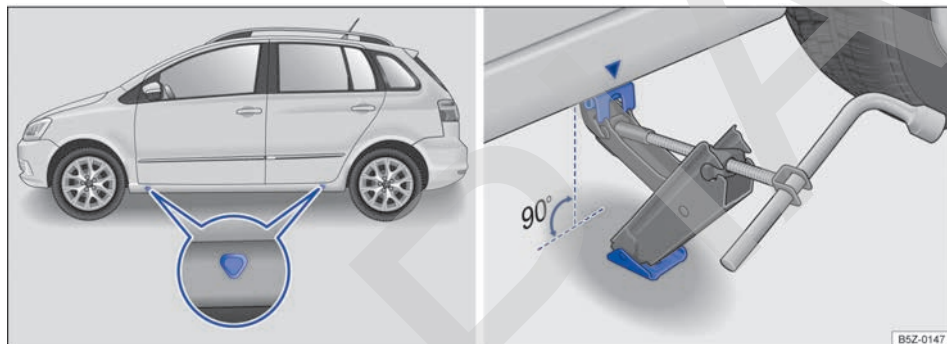

Fig. 163 Puntos de apoyo del gato y gato posicionado atrás en el lado izquierdo trasero del vehículo.
El gato únicamente puede ser posicionado en los puntos de apoyo indicados (marca en la carrocería) ⇒ fig. 163. Es válido el punto de apoyo ubicado próximo a la rueda correspondiente ⇒ .
6. Busque debajo del vehículo el punto de apoyo del gato ⇒ fig. 163 más cercano a la rueda que debe cambiar.
8. Garantizar que la base del gato, con toda su superficie, esté sobre el piso y que la base se encuentre perpendicularmente por debajo del punto de colocación ⇒ fig. 163.
9. Alinear el gato y, simultáneamente, levantar la garra del gato hasta que se encaje en el travesaño debajo del vehículo ⇒ fig. 163.
- Posicionar el gato únicamente en los puntos indicados. La garra del gato debe encajarse en el perfil del larguero de forma segura ⇒ fig. 163.